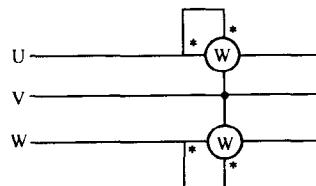

图 1-7
(4) 用两只单相功率表测量三相功率 用两只单相功率表测量三相功率时，连接方法如图 1-7 所示。用一只功率表取测量 UV 线电压、U 相电流；另一只功率表取测量 WV 线电压、W 相电流。测量时，分别读出两只单相功率表各自的读数  $P_1$  和  $P_2$ ，三相有功功率  $P = |P_1 \pm P_2|$ ；三相无功功率  $Q = \sqrt{3} (P_1 - P_2)$ 。注意：如果表针反偏，则要反接电压线圈，该表上读数为  $P_2$ ，计算时取负值。